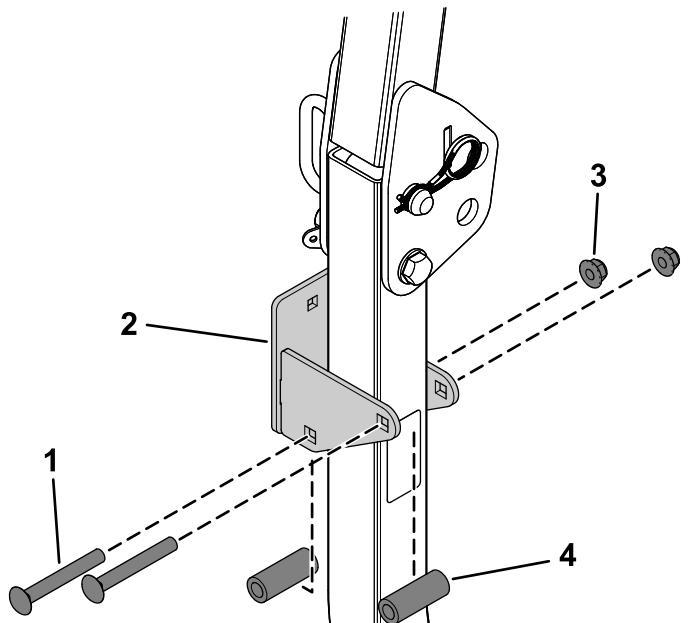

Figure 4
2. Fixez le support de fixation au montant droit de l'arceau de sécurité à l'aide de 2 entretoises cylindriques, 2 boulons de carrosserie (3/8 x 3 po) et 2 écrous à embase (3/8 po), comme montré à la Figure 4.